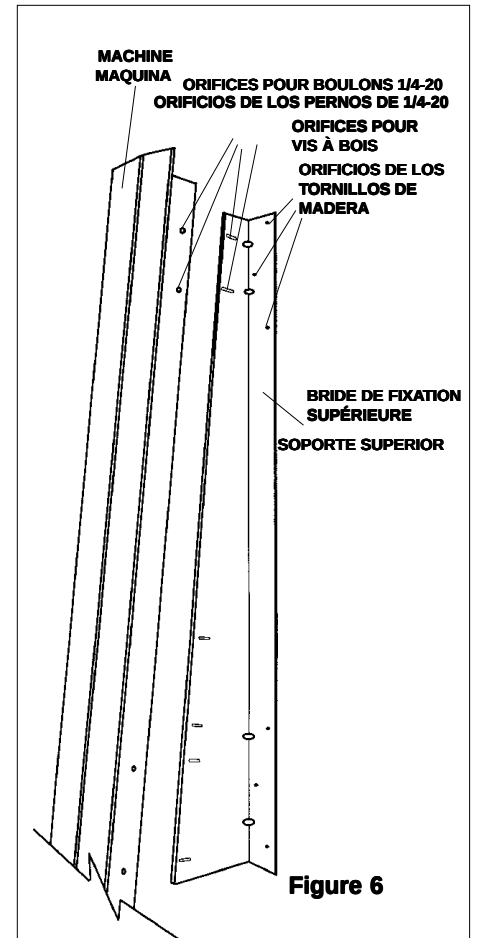

Figure 6
1. Hold the **UPPER BRACKET, Figure 6**, against the wall with the top about 93" (2360mm) above the floor. Use a level to be sure it is vertical. Mark the wall through the 6 mounting holes. Drill pilot holes in the wall and install the **UPPER BRACKET** with six hex head wood screws from the parts bag, shown at **A** on the facing page.
3. Lift the machine and attach it to the **UPPER BRACKET** with four 1/4-20 bolts, washers, lock washers, and nuts shown at **H**. See **Figure 6**. The holes in the **UPPER BRACKET** are elongated to allow the **LOWER BRACKET** to rest squarely against the wall.
1. Halten Sie die **obere Halterung (Abbildung 6)** gegen die Wand, so daß die obere Seite ca. 23,6 cm vom Fußboden entfernt ist. Prüfen Sie mit einer Wasserwaage, daß die Halterung senkrecht ist. Markieren Sie die 6 Befestigungslöcher auf der Wand. Bohren Sie die Führungslöcher in die Wand und befestigen Sie die **obere Halterung** mit den sechs Sechskantholzschrauben aus der Teiletüte (siehe unter A auf folgender Seite).
3. Heben Sie die Maschine an und befestigen Sie sie mit vier 1/4-20 Gewindebolzen, Muttern, Unterlegscheiben und Federringen (**siehe H**) an der **oberen Halterung (siehe Abbildung 6)**.
1. Tenez la **BRIDE DE FIXATION SUPÉRIEURE**, **Figure 6**, contre le mur en plaçant le bord supérieur à 2360 mm (93 po.) du sol. Utilisez un niveau pour vous assurer qu'elle est bien à la verticale. Faites des marques sur le mur à travers les 6 orifices de montage. Percez des trous de positionnement dans le mur et attachez la **BRIDE DE FIXATION SUPÉRIEURE** au mur à l'aide de six vis à bois à six pans qui se trouvent dans le sachet de pièces détachées, illustrées en A sur la page opposée.
3. Soulevez la machine et attachez-la à la **BRIDE DE FIXATION SUPÉRIEURE** à l'aide de quatre boulons, écrous, rondelles et rondelles d'arrêt de 1/4-20 montrés à H. Consultez la **Figure 6**.